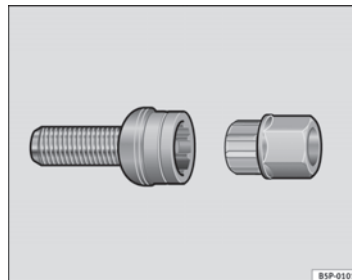

Fig. 140 Parafuso anti-roubo da roda
- Colocar totalmente o adaptador no parafuso anti-roubo da roda ⇒ Fig. 140.